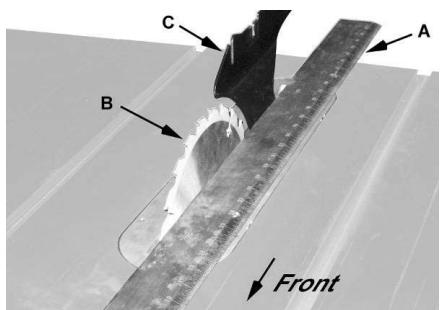

Рис. 13
2. Поместите линейку (см. рис. 13) на столе, так что бы край упирался в пильный диск (В, рис 13) и расклинивающий нож (С, рис. 13). Поверните пильный диск так, чтобы верхняя часть зуба пильного диска касалась линейки.